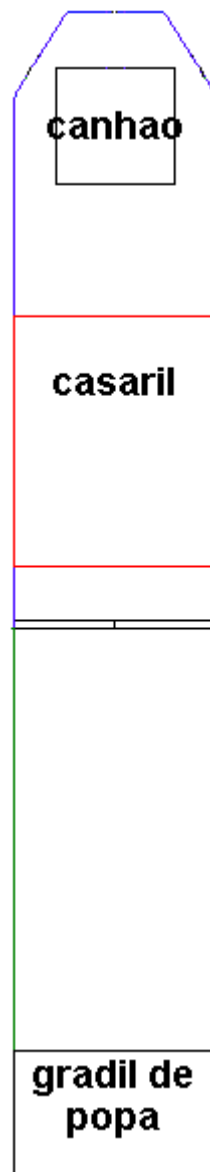
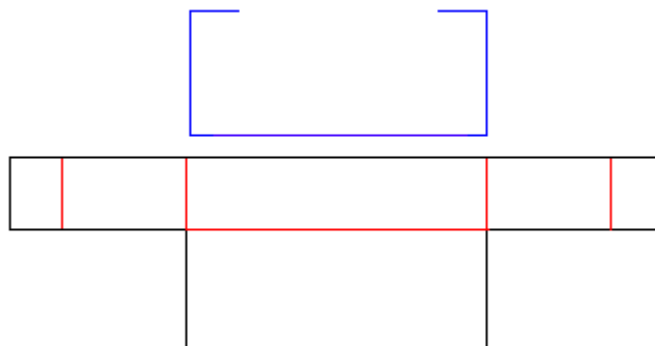

FIGURA 8
FIGURA 9
**a figura 8 mostra o molde do tampão já com a posição exata de colagem do casaril de proa cor vermelha, e do canhão cor preta. Em verde temos o formato do casaril de popa, onde será colada a peça da figura 7 e o gradil do casaril de popa, figura 9.**
Na figura 9, temos o molde do gradil de popa, recortaremos nas linhas pretas e faremos as dobras nas linhas vermelhas, o retângulo maior em preto, será o piso do gradil que ficará após cortado dobrado e colado com o formato representado na figura 9 em cor azul. A peça da figura 9 deverá ser colada no tampão do convés figura 8 na posição marcada em preto onde está escrito gradil de popa.